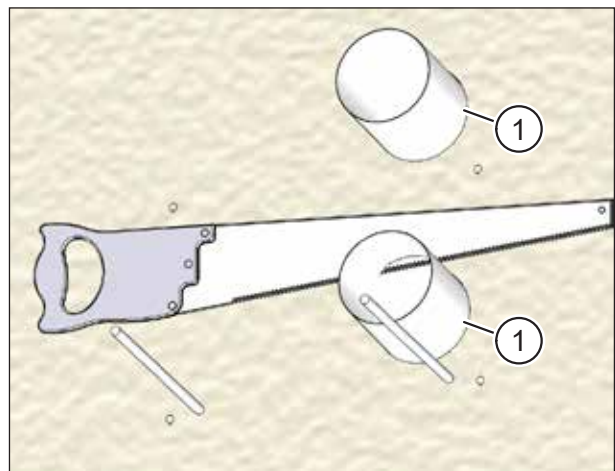

Abb. 28: Lüftungsrohre an der Innenwand ablängen
- ▶ Längen Sie die Lüftungsrohre (Pos. 1 in Abb. 28) an der Innenwand so ab, dass diese bündig mit dem Innenputz abschließen.